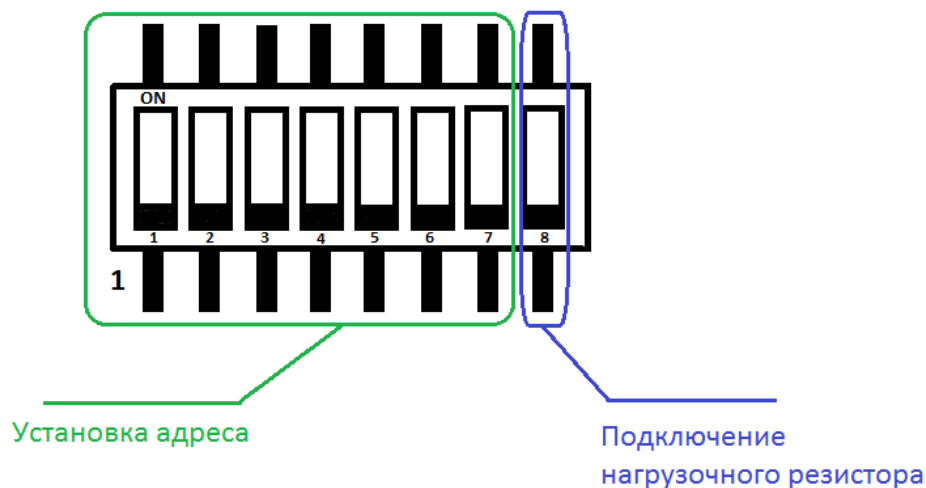

Рисунок 3 – Маркировка DIP – переключателя задания адресов УС.
Для установки адресов детектора используются семь позиций DIP – переключателя, установленного на плате силовой детектора (Рисунок 3).
2.3.3 У детекторов, расположенных на физическом окончании линии связи (конечных детекторов), подключить **нагрузочный резистор** при помощи DIP – переключателя для корректной работы детекторов по интерфейсу RS-485 (Рисунок 3).
2.3.6 Установка разрядов адресов детектора производится при помощи DIP – переключателя, расположенного на плате силовой детектора (Приложение В) в диапазоне от 01 до 80. Разряды адреса в таблице 2.3, расположены справа налево от младшего разряда к старшему. Младший разряд, на DIP – переключателе, маркируется цифрой «1» на плате силовой детектора, а положение ползунков DIP – переключателя определяется надписью на его корпусе «ON» - лог. 1 (Рисунок 3).